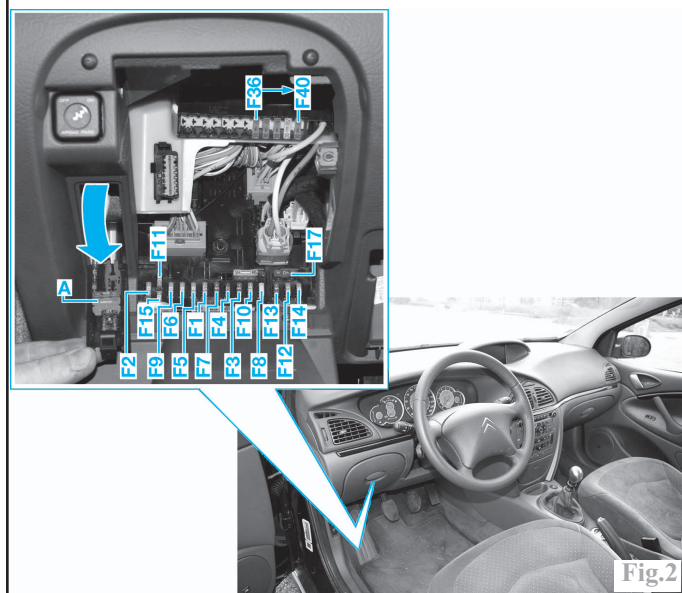

Fig.2
-Dans l'habitacle, derrière le vide-poche à gauche du volant, sur le calculateur d'habitacle (**BSI**) (Fig.2).